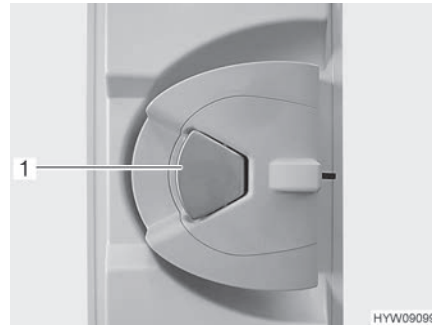

Fig. 32 Serratura della porta (porta di ingresso, lato interno)
- Quando la serratura della porta è bloccata: Tirare una volta la maniglia della porta (Fig. 32,1). La porta è sbloccata.
- Tirare la maniglia della porta (Fig. 32,1). La porta è aperta.
- Premere la maniglia della porta (Fig. 32,1).